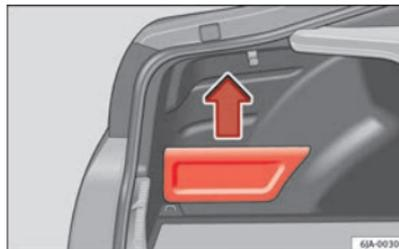

Fig. 95 Coffre à bagages : rangement
- Saisissez le cache par son côté supérieur et retirez-le dans le sens de la flèche ⇒ fig. 95.